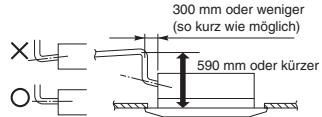

Abb. 3-12
- Wenn es erforderlich sein sollte, die Höhe des Ablaufrohrs zu vergrößern, kann das Rohr vom Boden der Decke um maximal 590 mm angehoben werden. Der Anschluss darf nicht um mehr als 590 mm höhergestellt werden, da dadurch Leckwasser austreten könnte. (Abb. 3-12)